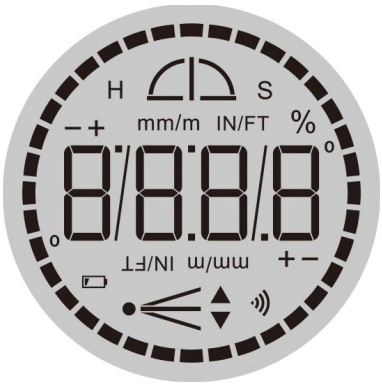

Рис. 2
Электронный пузырьковый уровень показывает наклон относительно опорной плоскости. На дисплее (5) по кругу расположены 36 светодиодов, имитирующих пузырьковый уровень (рис. 2). После стабилизации прибора в нижней части дисплея отображаются 19 светодиодов, определяющих текущий наклон.